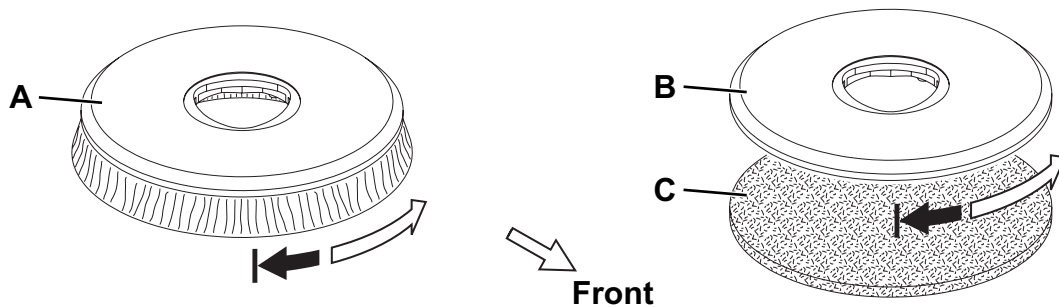

Figure 1
Selon le type de sol à nettoyer, il est possible d'installer la brosse (A, Fig. 1) ou le plateau support disque (B et C).
2. Soulever la tête porte-brosse / plateau support disque (13) en faisant levier sur le guidon (2).
3. Positionner la brosse (A, Fig. 1) ou le plateau support disque (B avec C) sous la tête.
4. Baisser la tête (13) au moyen du guidon (2).
5. Porter l'interrupteur (41) sur « I » pour démarrer la machine.
6. Appuyer sur le bouton-poussoir (43) pendant quelques secondes pour obtenir l'accrochage de la brosse / plateau support disque au moyeu de la tête (13). Si besoin est, répéter la procédure jusqu'à l'accrochage de la brosse / plateau support disque.